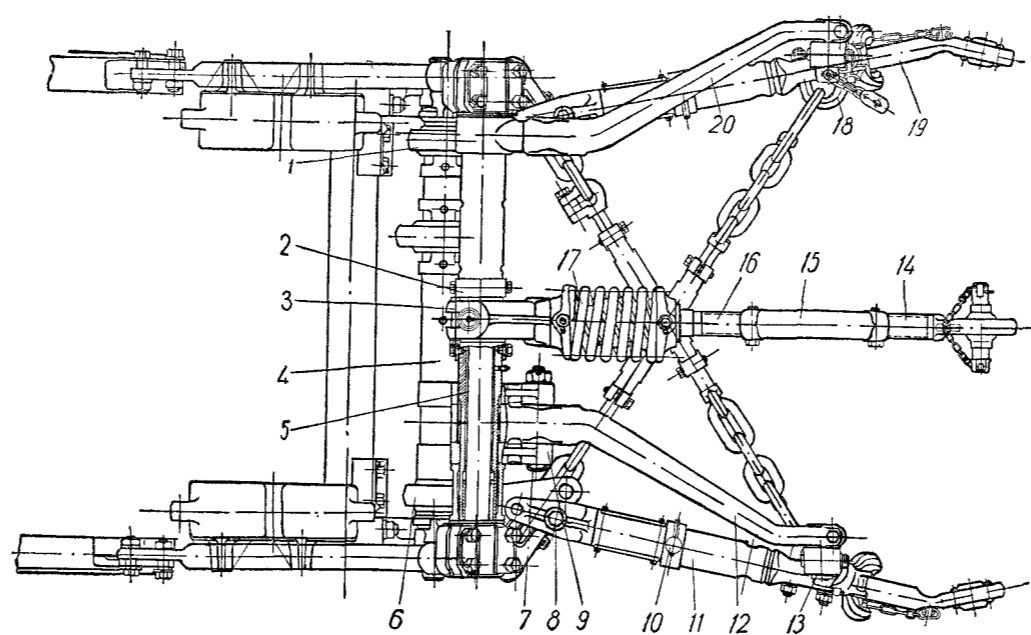

Рис. 50. Механизм для навешивания орудий, установленный по трехточечной схеме:
- 1) снять скобы для крепления ограничительных цепей к задним частям продольных тяг и до предела удлинить их регулировкой стяжных муфт и дополнительных звеньев (рис. 50);